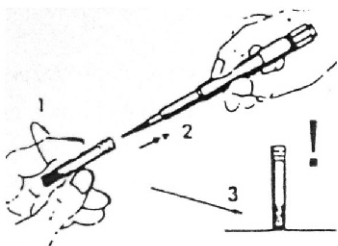
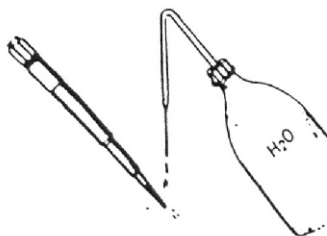
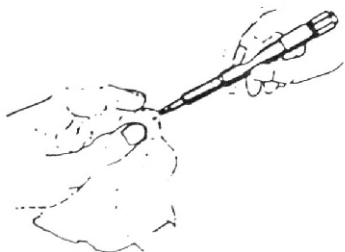
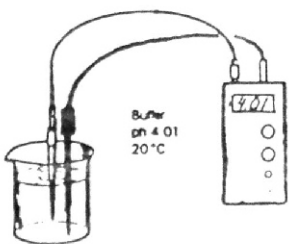

Рис. 4.
Рис. 5.
Рис. 6.
Рис. 8.
7.5. Снять с электрода увлажняющий колпачок G, как показано на (рис.4), промыть электрод дистиллированной водой (рис.5), осушить фильтровальной бумагой (рис.6).
7.12. Вынуть pH-электрод и температурный датчик из рабочего эталона, промыть их дистиллированной водой и осушить фильтровальной бумагой (рис.5 и рис.6) и поместить в рабочий эталон pH 4,01 (рис.8).
8.1. Промыть рН-электрод и датчик температуры дистиллированной водой и осушить фильтровальной бумагой (рис.5 и рис.6).
10.1.3. Рекомендуется регулярно в процессе эксплуатации очищать электрод: при легком загрязнении- промывать дистиллированной водой и осушать фильтровальной бумагой (рис.5 и рис.6), а при остатках жировых загрязнений в процессе длительной работы промывать эталоном, дистиллированной водой и осушать фильтровальной бумагой (рис.5 и рис.6).